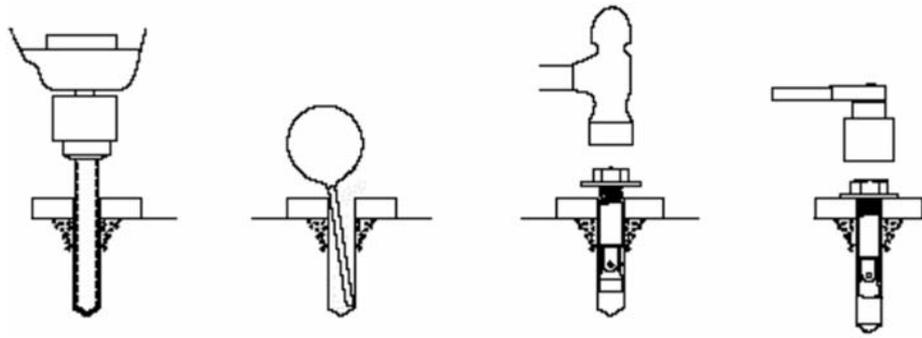

Abb. 5-2 Befestigung am Fußboden
- ▶ Gerät folgendermaßen verdübeln (Abb. 5-2, Seite 21):